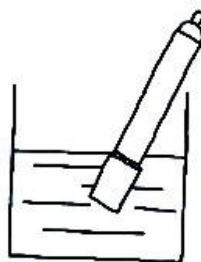

Fig. 4
- a) Sujete la sonda por el mango (3-8) y sumerja por completo el cabezal de la sonda (3-9) en la solución a medir (consulte fig. 4).